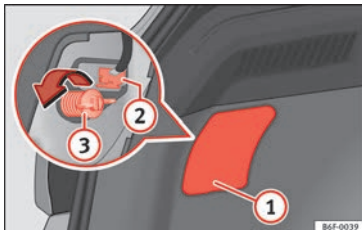
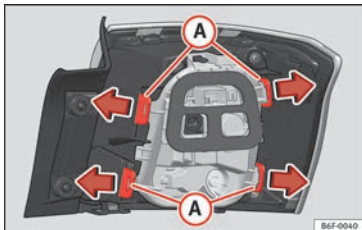

Bild 115 Bagageutrymme: komma åt skruven som håller fast bakljusenheten.
Bild 116 Fästflikar på baksidan av bakljuset.
3. Ta bort locket genom att bända med den platta sidan av en skruvmejsel i fördjupningen » **bild 115 ①**.
4. Ta bort kontakten till glödlampen **②**.
5. Skruva loss lampans fästskruv **③** för hand eller använd en skruvmejsel.
7. Ta bort lamphållaren genom att öppna fästklämmorna » **bild 116 A**.